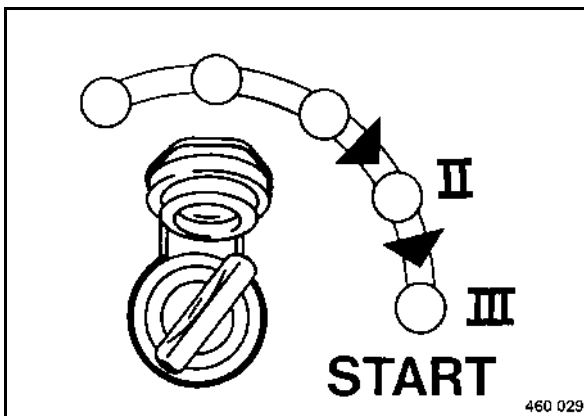

fig. 47
- Tourner la clé de contact (fig. 47) de la position "II" sur position "III" ; le démarreur vire le moteur.